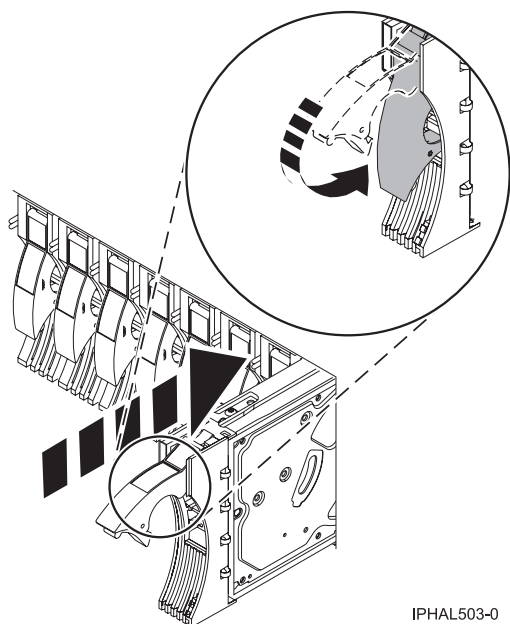

Figura 21. Instal·lació d'una unitat de disc
8. Empenyeu la nansa de la unitat de disc fins que es quedi bloquejada, com es mostra a la Figura 21 a la pàgina 31.